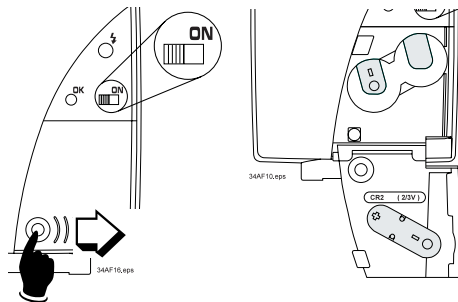

Fig 1: Inserimento e sostituzione delle batterie
- Premete il tasto di sblocco, spingete il coperchio del vano batterie verso destra e apritelo (vedere Fig. 1).